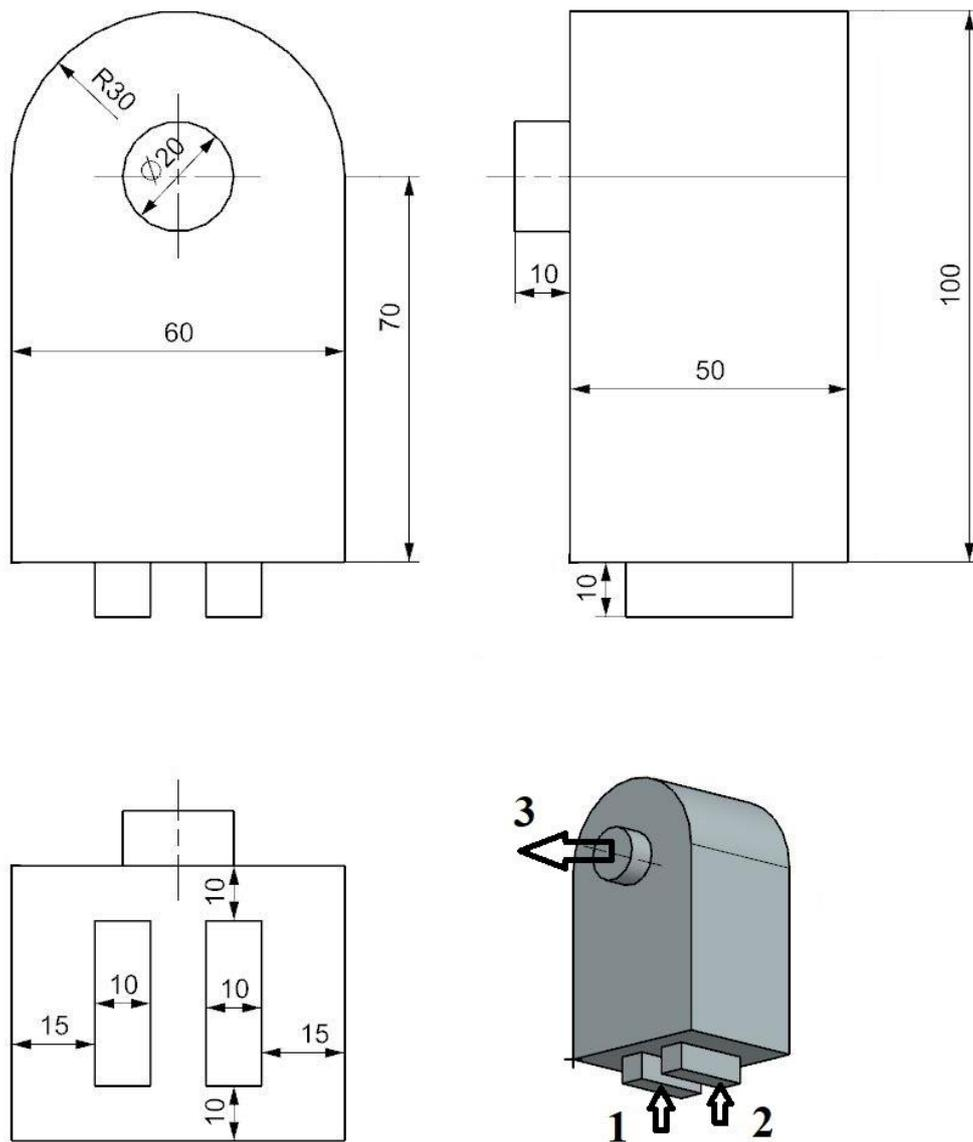

Рис. 1.1. Геометрическая постановка задачи 1
Рассмотреть стационарное турбулентное неизотермическое перемешивание вязких несжимаемых жидкостей (воздух) в камере смешения. Геометрическая постановка задачи представлена на рис. 1.1.
1. Создайте геометрию среды камеры смещения согласно рисунку (рис. 1.1) в программном модуле «**Моделирование**». Стройте модель в правильной ориентации, направление оси *Z* указывает вверх. Проконтролируйте, чтобы это было единое тело. Сохраните модель в отдельной папке.